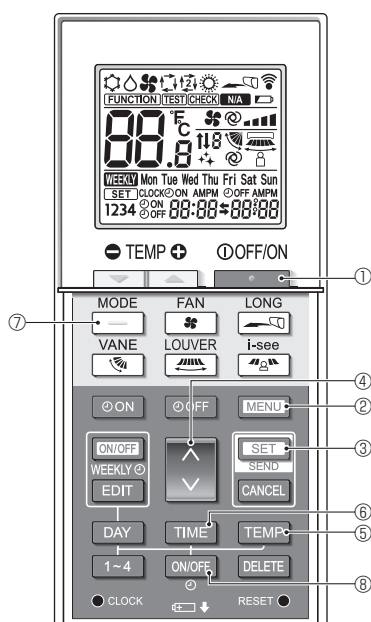

Fig. 6-9
1. Pulse el botón **●** ① para detener el acondicionador de aire.
2. Pulse el botón **MENU** ②. Se mostrará la pantalla de configuración de funciones y parpadeará el n.º de función Ⓐ. (Fig. 6-9) Pulse el botón **▲** ④ para cambiar el n.º de función.